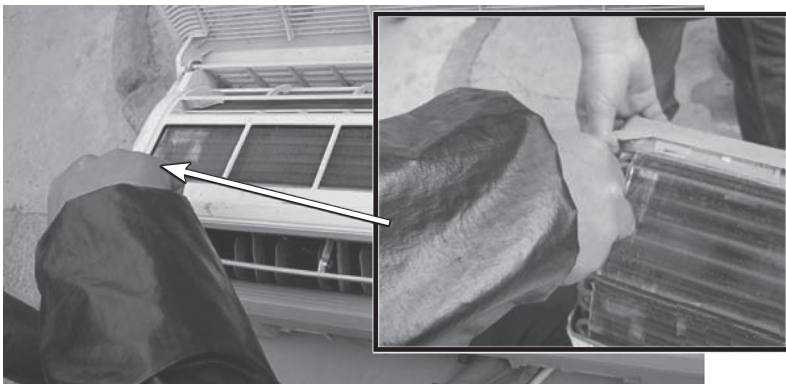

图 7-15 拆下蒸发器左侧固定螺钉
3) 拆下蒸发器左侧固定螺钉, 如图 7-15 所示, 将轴承组件取下。